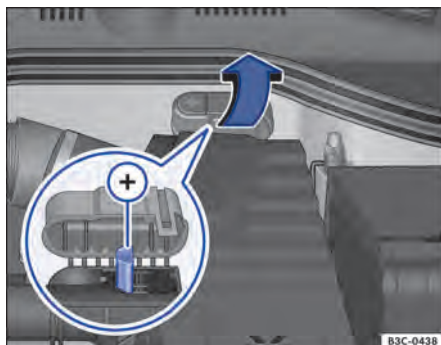

Fig. 252 No compartimento do motor: ponto de auxílio à partida (+).
- Se necessário, abrir a cobertura da bateria no compartimento do motor ⇒ Página 325 ou dobrar a capa do ponto auxiliar de partida ¹⁾ para o lado no sentido da seta ⇒ Fig. 252.
- Conectar uma extremidade do cabo auxiliar de partida *vermelho* ao polo positivo ⇒ Fig. 253 (+) ou ⇒ Fig. 252 (+) do veículo com a bateria do veículo descarregada (1) ⇒ ⚠.
- Conectar a outra extremidade do cabo auxiliar de partida *vermelho* ao polo positivo (+) da bateria do veículo fornecedora de corrente (2).